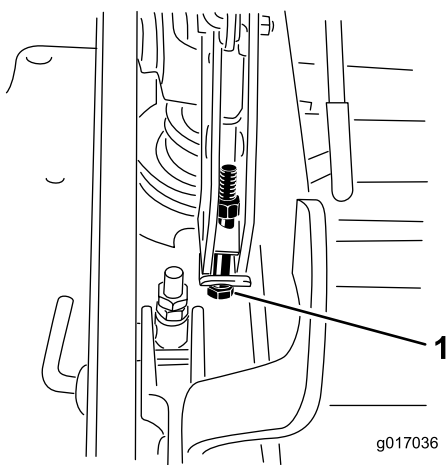

Figura 91
13. Si la carcasa está demasiado baja, apriete el perno del ajuste de un solo punto girándolo en sentido horario. Si la carcasa está demasiado alta, afloje el perno del ajuste de un solo punto girándolo en sentido antihorario (Figura 91).